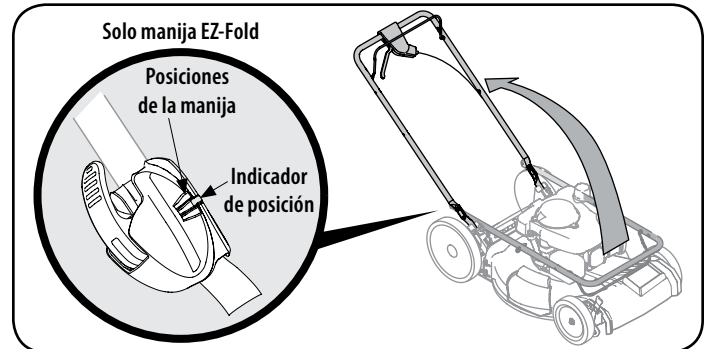
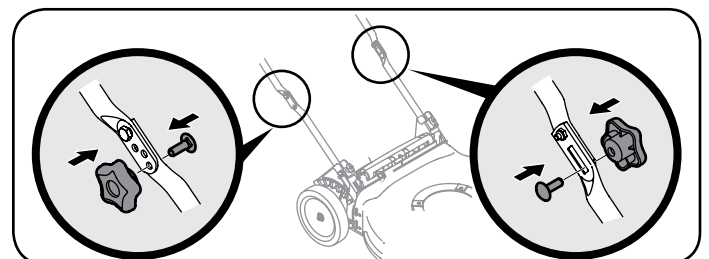

Figura 3
Figura 4
3. Mientras estabiliza la cortadora para que no se mueva, gire la manija superior hacia arriba como se muestra en la Figura 3. No doble el cable mientras levanta la manija.
NOTA: Solo manijas EZ-Fold: Cuando levante la manija superior asegúrese de que el indicador de posición esté alineado con una de las tres posiciones de la manija. Vea el recuadro de la Figura 3.
- a. Manijas con perilla y pernos del carro: Vuelva a colocar las perillas y pernos del carro que se retiraron en el Paso 2a dentro de los orificios inferiores de la manija. Consulte la Figura 4.
5. Retire la T-pernos de la manija entre corchetes como se muestra en la Figura 3.
- Tire hacia arriba en el asa hasta agujeros en la manija (que se muestra en la Figura 3 corte de la cubierta) se alinean con los agujeros en el mango soporte. Vea la Figura 4.
- Inserte el T-pernos quitó anteriormente a través del mango corchetes y asa inferior y apriete bien para asegurar el mango en su lugar. Vea la Figura 4.